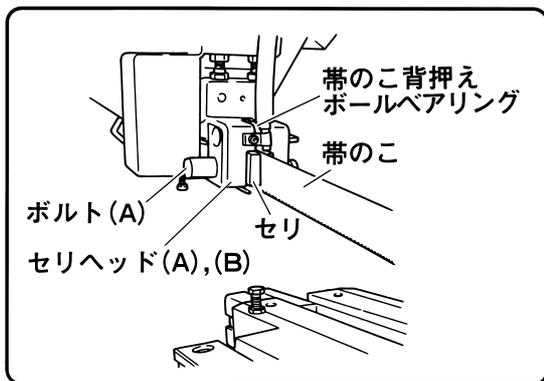

図 28
セリヘッド (A), (B) 部のボルト (A) を反時計方向に4~5回転ゆるめます。(図28)
(5) ベルトのこを手でねじりながらセリヘッド (A) およびセリヘッド (B) のベルトのこ背押えボールベアリングに突き当たるまで挿入します。(図28)